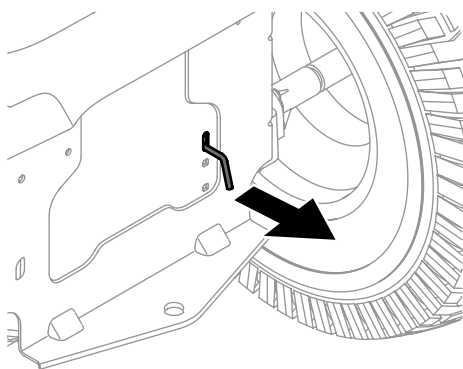

Figura 2-1
1. Acione a alavanca de desacoplar a transmissão para movimentar o trator sem ligar o motor. A alavanca de desacoplar a transmissão fica na traseira do trator, no chassi. Acione a alavanca de desacoplar a transmissão puxando para fora. Veja Figura 2-1.
2. Desengate a alavanca de desacoplar a transmissão empurrando-a de volta a sua posição após mover o trator. Veja Figura 2-1.